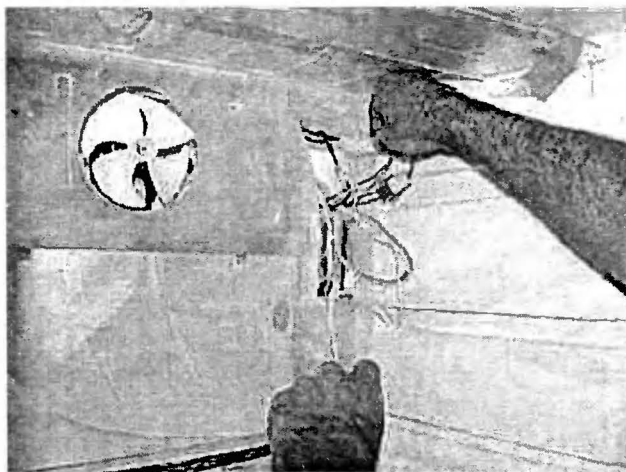

Рис. 8.25
- Укладывают жгут проводов в гнездо на задней панели (рис. 8.25).